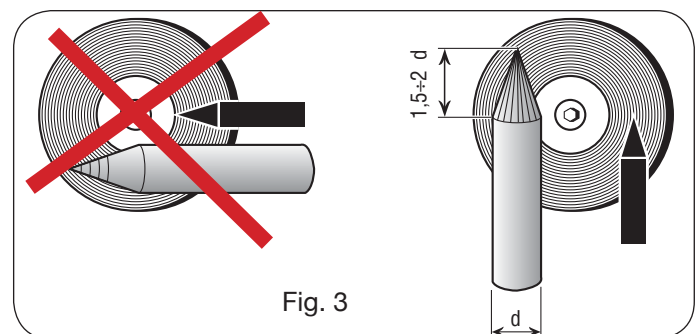

Fig. 3
Es necesaria una particular atención en la preparación de la punta del electrodo. Esmerilarla de forma que presente una estría vertical como se indica en la fig.3.
- Esmerilar la extremidad del electrodo de tungsteno de forma cónica con una longitud de 1,5 - 2 veces el diámetro del electrodo. (fig.3)